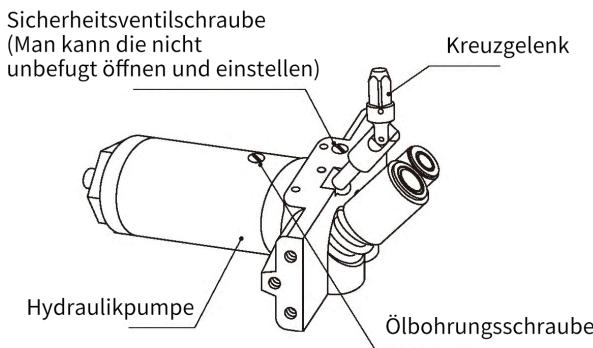

Abbildung 2
- Lösen Sie die Ölbohrungsschraube, entfernen Sie jedoch nicht die Schraube (siehe Abbildung 2).
- Ziehen Sie die Ölbohrungsschraube an (siehe Abbildung 2).
- Entfernen Sie die Ölbohrungsschraube (siehe Abbildung 2).
- Richten Sie die Ölbohrung aus und füllen Sie das qualifizierte Hydrauliköl langsam ein (siehe Abbildung 2), bis es 0,6 cm von der Ölbohrung entfernt ist (**Hinweis: Drücken Sie bei der Ölfüllung nicht auf den Griff**).